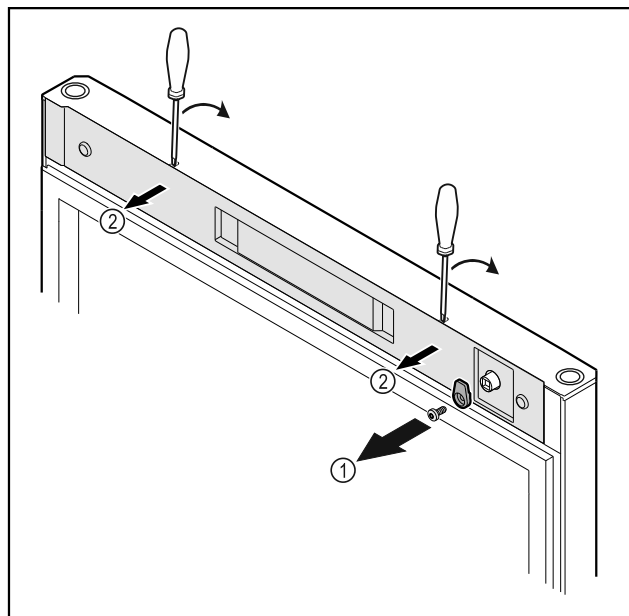

Fig. 10
- Svitare i ganci di chiusura Fig. 10 (1).
- Disinnestare la copertura Fig. 10 (2) con l'ausilio di un piccolo cacciavite e rimuoverla.